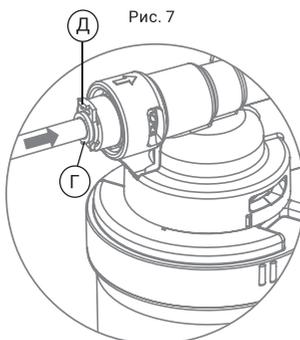

Рис. 9
3. Вставьте трубку в фитинг на вход в фильтр через цанговое кольцо (Г) и стопорную клипсу (Д) до упора (рис. 9). Для герметизации соединения приложите дополнительное усилие, при этом трубка утопится еще примерно на 3 мм и будет плотно обжата резиновым кольцом фитинга. Аналогичным способом подключите трубку в фитинг на «выход» из фильтра.